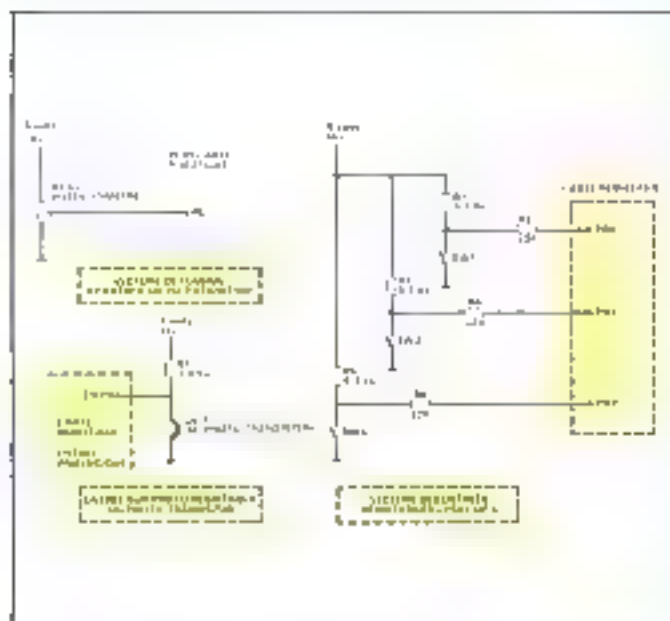

Fig. 7 - Exemple de raccordement de la carte tubulaire
■ Toutes les commandes faisant intervenir le 220 V (ou plus) doivent se faire à travers des masses isolées par l'intermédiaire de coupleurs optoélectroniques : nous en donnons un exemple dans les montages périphériques (fig. 7 et 8).